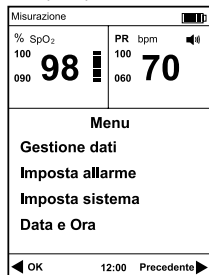

Fig.4-1
1) Premete il tasto di alimentazione per 3 secondi per accendere l'ossimetro e poi premere il pulsante menu per accedere al menu principale, fare riferimento alla Fig.4-1.